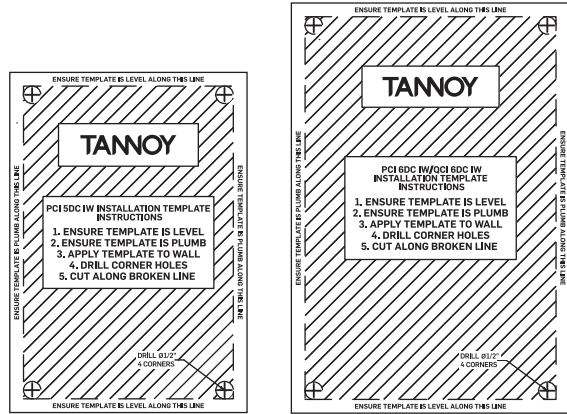

Fig. 1. Cutout Templates
- Verwenden Sie die mitgelieferten Ausschnittschablonen (Abb. 1) an der gewünschten Stelle und schneiden Sie mit einem geeigneten Handwerkzeug vorsichtig ein Loch in die Trockenbauwand aus. Entfernen Sie Staub und Schmutz aus dem Loch (Abb. 2).